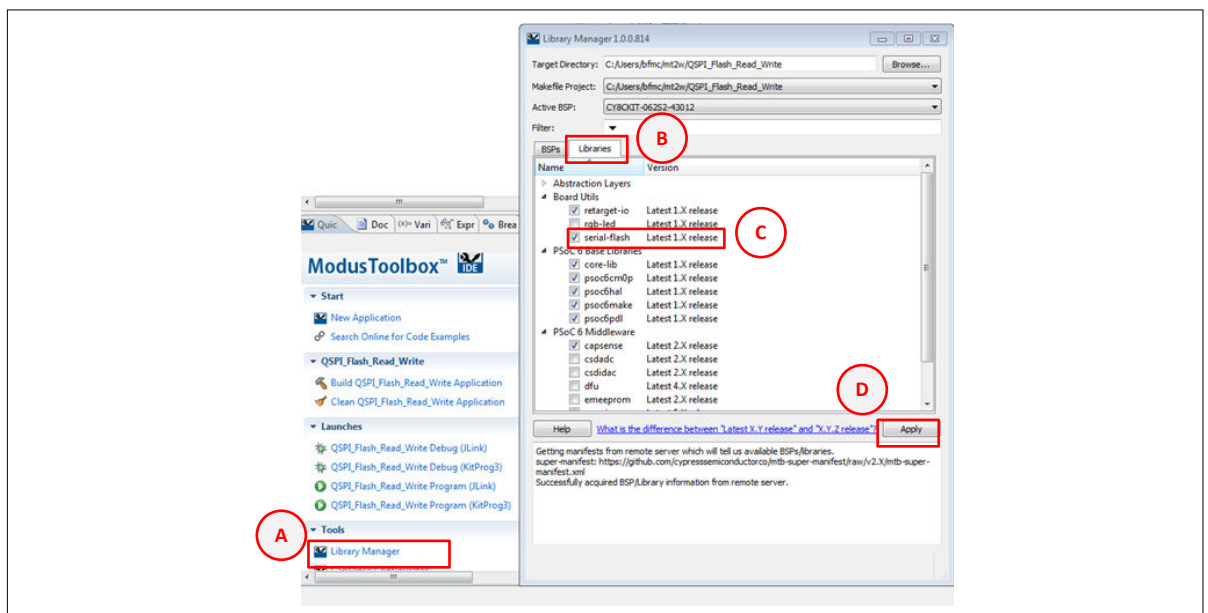

図 1 Serial Flash Library の追加
1. Library Manager でライブラリを有効にします (図 1 を参照)